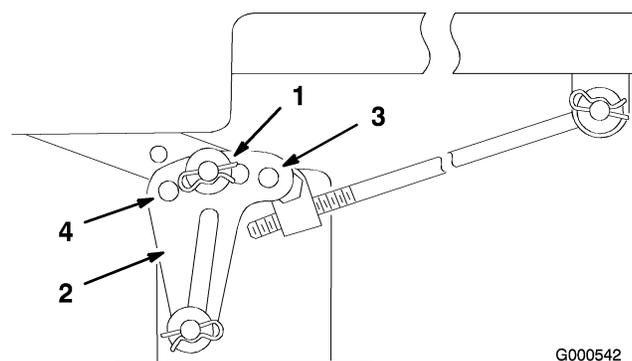
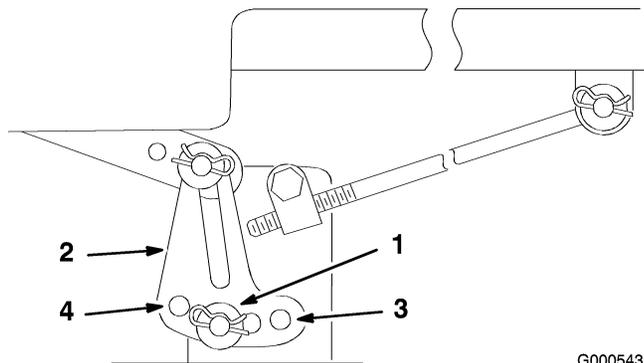

Figura 44
Figura 45
6. Togliete la coppiglia a forcina e la rondella dalla staffa di livellamento (Figura 44).
7. Per livellare la lama (o lame), riposizionate la staffa (o staffe) di livellamento in un foro diverso, e montate la rondella e la coppiglia a forcina. (Figura 44 e Figura 45). Il foro anteriore corrisponde ad un'altezza inferiore della lama, mentre il foro posteriore corrisponde ad un'altezza maggiore. Regolate entrambi i lati come opportuno.